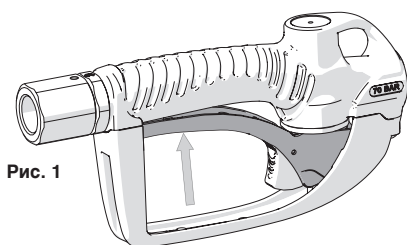

Рис. 1
1. Потянуть пусковой механизм вплоть до максимального открытия (рис.1)